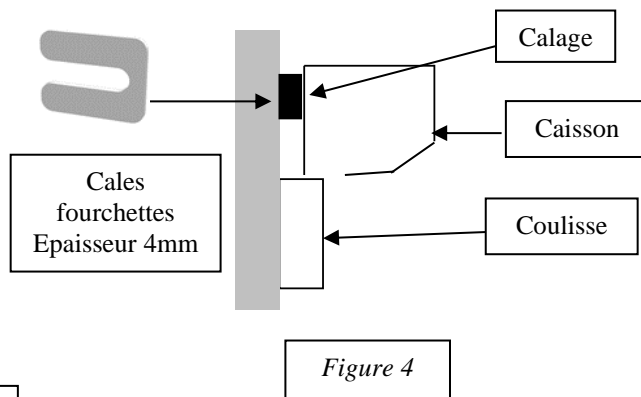

Figure 4
- Caler le caisson avec les cales fourchettes fournies (Figure 4)
- Placer les cales fourchettes entre le caisson et le linteau juste derrière la réservation gauche et droite (Figure 4)